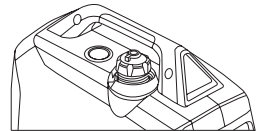

Fig. 5
4. Rotiți butonul de comandă al clapetei de aer în poziția „START” (fig. 5).